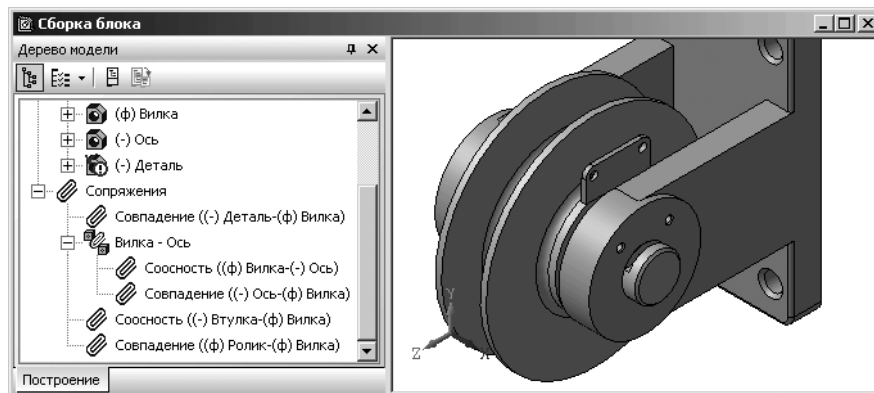

Рис. 6.60. Окно **Сборки** с моделью **Планка** (Деталь) после выполнения операции **Совпадение**
- щелкните по выделенной плоскости. Тут же **Планка** повернется и расположится параллельно выделенной плоскости бобышки. Это показано на рис. 6.60.